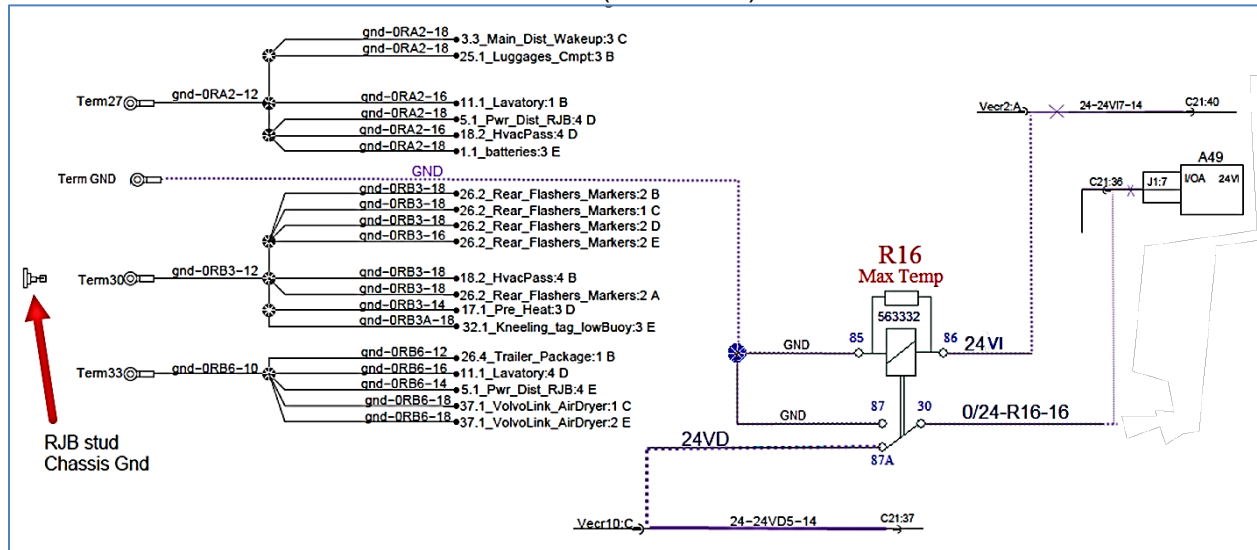

FIGURE 54
5. Dans le compartiment principal d'alimentation : connecter le circuit 24VI du câblage 0610219 au VECR connecteur 2 (rouge) logement # A ou le logement # E selon l'année modèle (FIGURE 54).
6. Dans le compartiment principal d'alimentation: connecter le circuit 0/24 du câblage 0610219 au connecteur C21 logement # 36 (FIGURE 54).
7. Dans le compartiment principal d'alimentation: joindre le circuit 24VD du câblage 0610219 avec le circuit 24VD5 (FIGURE 54) à l'aide de l'épissure 562228. Noter que 24VD5 se situe entre le connecteur C21 logement # 37 et le VECR, connecteur (jaune) logement # C.
8. Dans le compartiment principal d'alimentation: connecter le circuit GND du câblage 0610219 à la borne de mise à la masse du châssis (FIGURE 54).